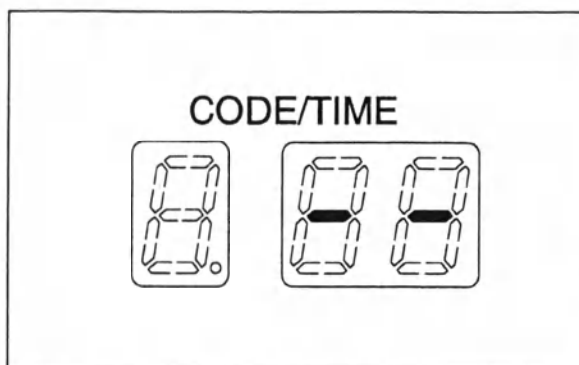

Рис. 5.2
4. После завершения нагревания дезинфицирующего раствора, слышится зуммерный сигнал, а на дисплее «CODE/TIME» главной панели управления появляется знак «--», показывающий завершение процесса (см. рис. 5.2).